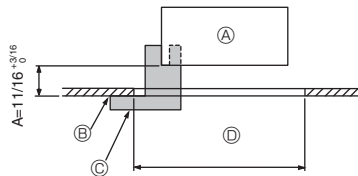
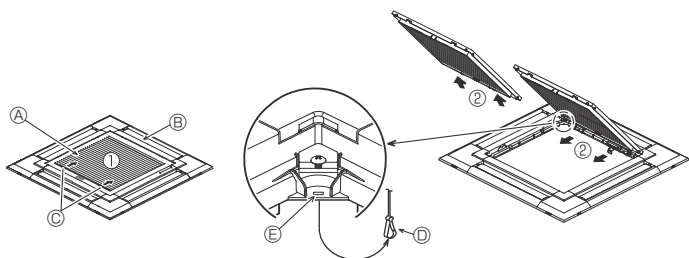
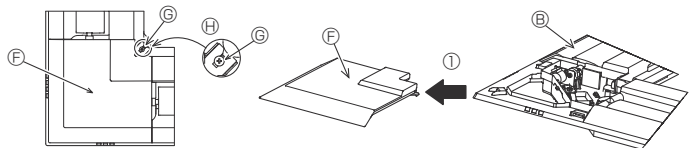

Fig. 9-2
Fig. 9-3
Fig. 9-4
①	Grille	1	950 x 950 (mm), 37-3/8 x 37-3/8 (pouces)
②	Schéma d'installation	1	(divisé en 4 parties)
③	Vis (4 x 16)	1	pour PLA-A-EA*
④	Panneau en coin i-see sensor	1	pour PLA-A-EA*
9.2. Préparation avant d'attacher la grille (Fig. 9-2)
- À l'aide de la jauge ② fournie avec ce kit, ajustez et vérifiez la position de l'appareil principal par rapport au plafond. Si l'appareil principal n'est pas correctement positionné par rapport au plafond, des fuites d'air peuvent se produire et provoquer un phénomène de condensation.
- ① Appareil principal
- ② Surface du plafond
- ③ Schéma d'installation ② (inséré dans l'appareil principal)
- ④ Dimensions de l'ouverture dans le plafond
9.2.1. Retrait de la grille d'admission (Fig. 9-3)
- Pour ouvrir la grille d'admission, faire glisser les leviers dans le sens indiqué par la flèche ①.
- Lorsque la grille se trouve en position "ouverte", retirer la charnière de la grille d'admission comme indiqué par la flèche ②.
9.2.2. Retrait du panneau en coin (Fig. 9-4)
- Dévissez les 4 vis de coin. Pour retirer le panneau, faites-le glisser dans le sens indiqué par la flèche ①.
[Fig. 9-3] [Fig. 9-4]